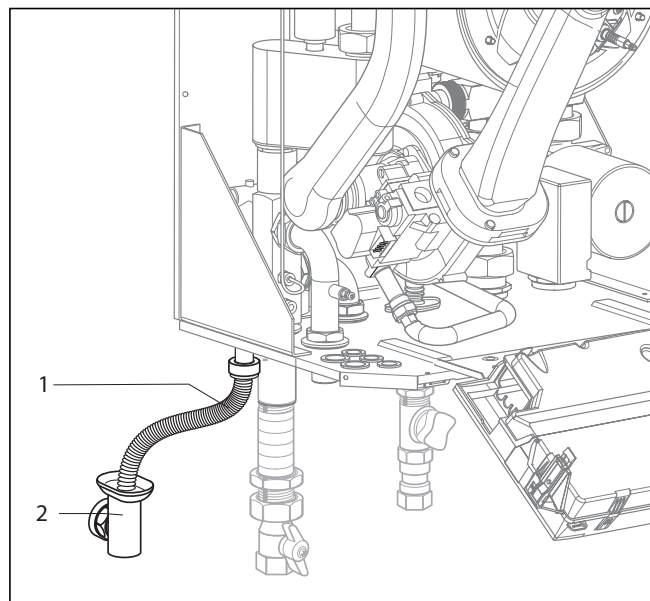

Рис. 4.8 Слив конденсата
- Снимите переднюю обшивку аппарата и откиньте блок электроники (1) вперед.
- Отсоедините заднюю крышку (2) блока электроники в точках (3) и поднимите крышку вверх (см. рис. 4.8).
- Проведите соединительные кабели подключаемых компонентов через кабельные вводы (4) слева на нижней стороне аппарата.